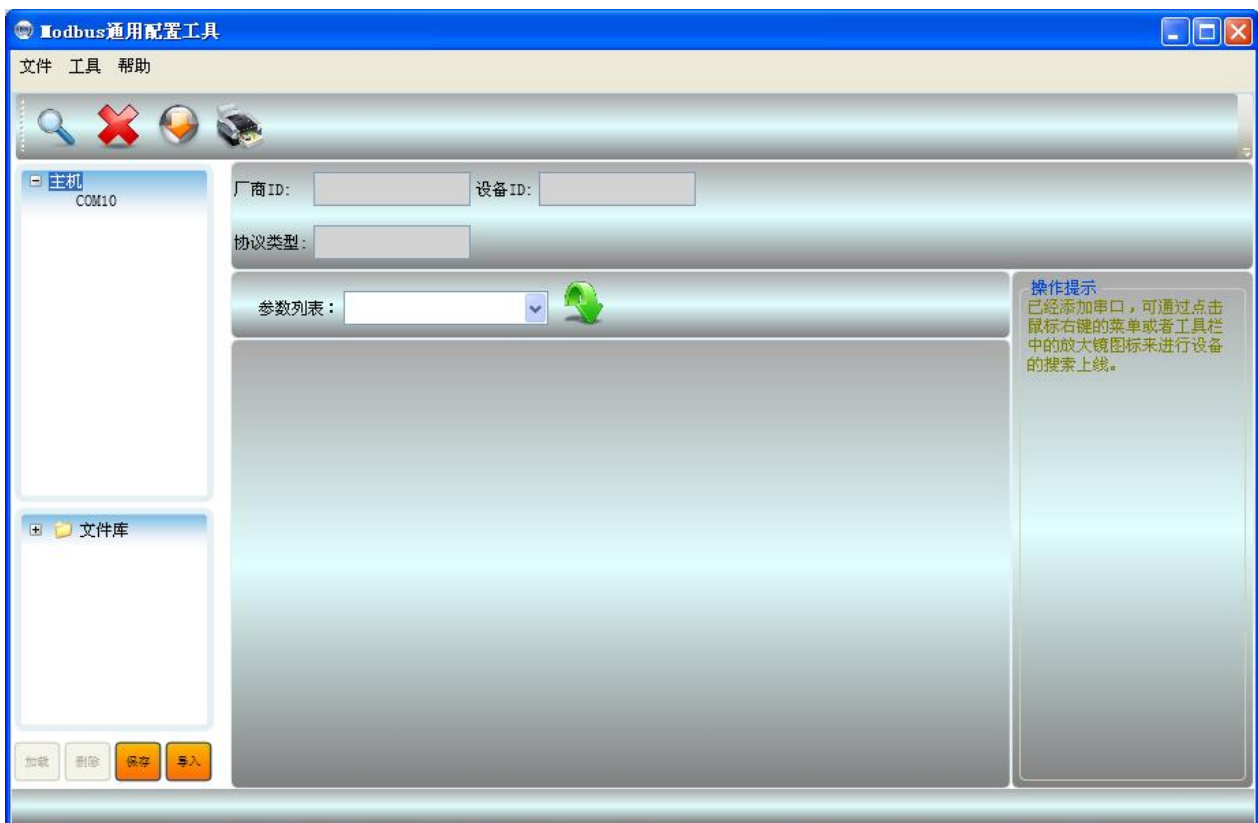

图 4.5 串口添加完成
- 4) 点击“创建”按钮, 创建端口, 如下图 4.5 所示: